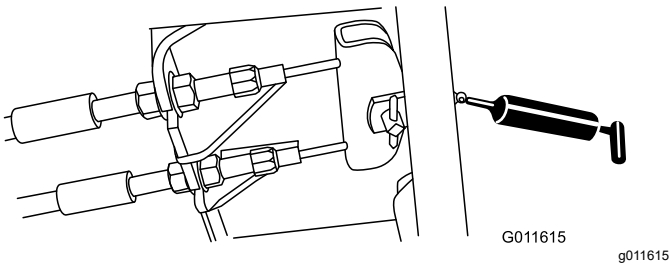

Figura 72
- Pedal de freno (1) (Figura 72)